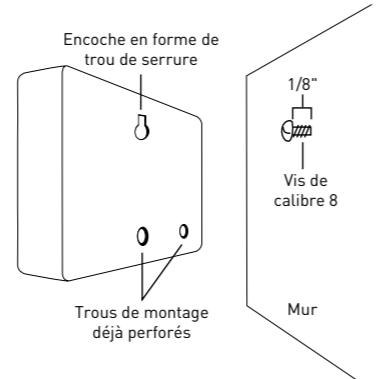

Figure 2 : Accrochez le contrôleur au mur en insérant la vis dans l'encoche en forme de trou de serrure.
- Glissez HRC 100 C sur la vis qui dépasse (dans l'encoche en forme de trou de serrure au dos le contrôleur). *Consultez la figure 2.*
- Vissez une vis de calibre 8 dans un des deux trous déjà perforés situés dans la partie inférieure du dos du boîtier. *Consultez la figure 2.*